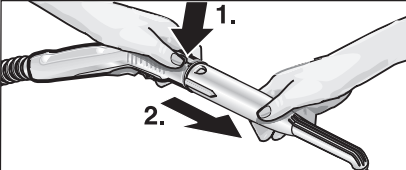

Рис. 5: від'єднання насадок
- Для від'єднання насадок натисніть кнопку розблокування (C2 або G3) та зніміть насадки одна з одною (див. рис. 5).